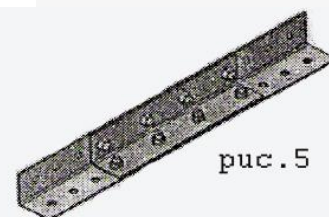

рис. 5
8. В случае необходимости сборки стеллажа высотой более 2,5 м стойки наращиваются посредством установки дополнительной секции. Она крепится к стойке через переходник. Эта операция производится совместно с операцией по п.1 (рис.5).